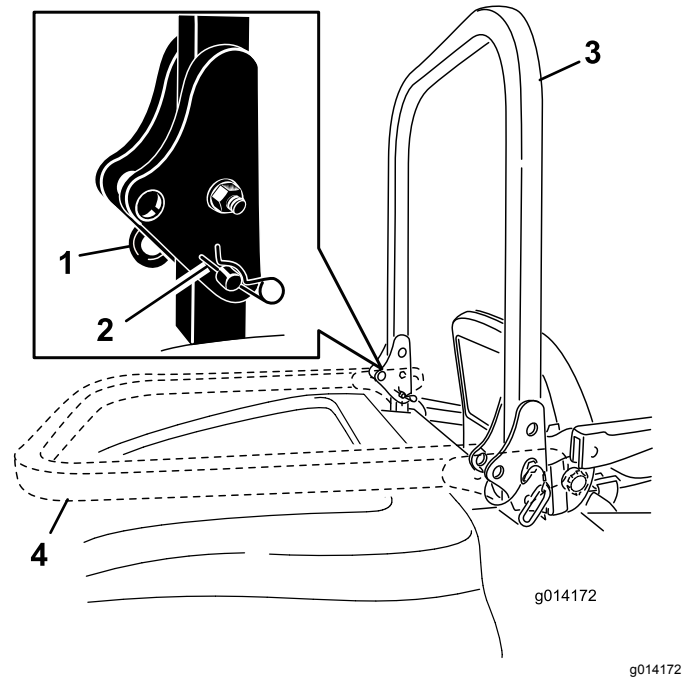

图18
2. 卸下 2 个发卡销和 2 个柱销 图18。
3. 将翻车保护杆升起直到直立位置 图18。
4. 用 2 个柱销和 2 个发卡销固定翻车保护杆 图18。
1. 卸下发卡销将翻车保护杆向前推到顶住弹簧然后卸下 2 个柱销 图18。
2. 将翻车保护杆放低到向下位置 图18。
3. 将 2 个柱销装入枢轴板并用 2 个发卡销固定柱销 图18。